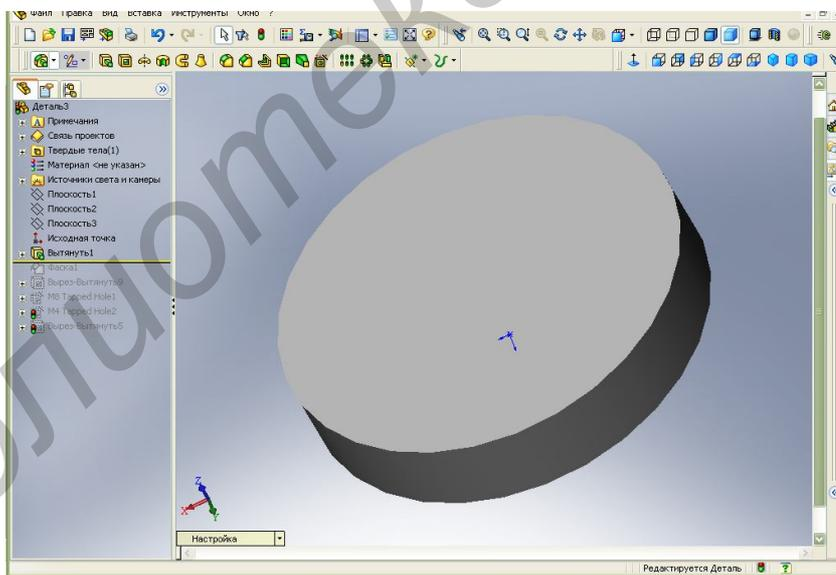

Рисунок 22 – Цилиндрическая заготовка детали «гайка»
15. Нажмите клавишу **F**, чтобы изменить вид окружности до размера экрана (рисунок 22).